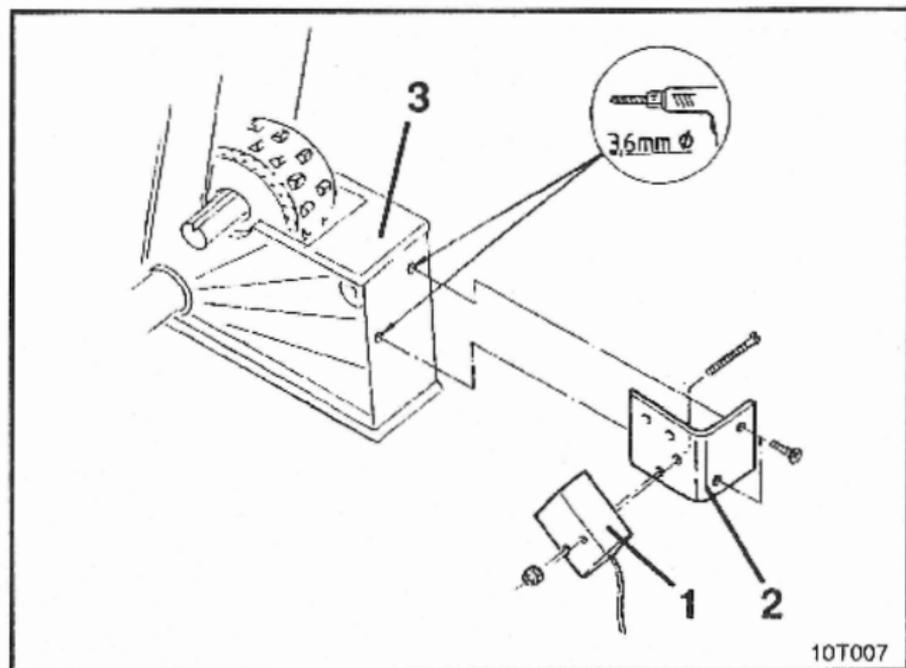

Fig. 10.1
- Atornillar el sensor (fig. 10.1/1) en su soporte (fig. 10.1/2).
- Realizar dos taladros ( $\varnothing$  3,6 mm) con la broca entregada en el exterior de la última caja del mecanismo de siembra en el lado izquierdo (fig. 10.1/3).
- Atornillar el soporte del sensor (fig. 10.1/2) en la caja del mecanismo de siembra.